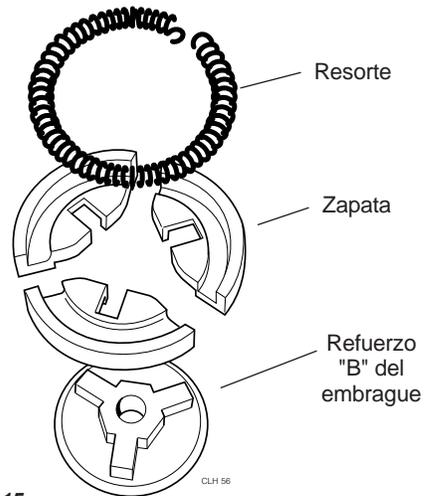

Figura 6.15
Paso 2. Coloque el conjunto de zapata sobre el banco de trabajo y extraiga cuidadosamente las zapatas del embrague del resorte de ajuste circular (figura 6.15).